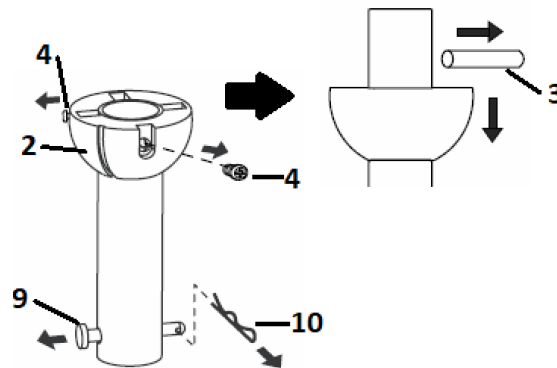

Fig. 4.1
1. Quite la junta esférica (2) y el pasador (3) aflojando el juego de tornillos de fijación (4) de la barra colgante (6). Retire el pasador de horquilla (9) quitándole la chaveta (10) (**Fig. 4.1**). **NOTA: No se deshaga de estas piezas, dado que se requerirán para volver a montarlas posteriormente.**